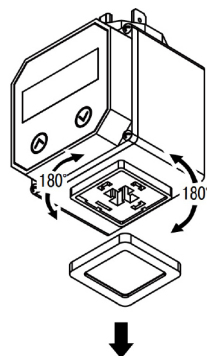

Рис. 4 – Разворот прибора
- для разворота прибора в горизонтальной плоскости следует с помощью отвертки извлечь розетку из нижней части корпуса и развернуть на необходимый угол (см. рис. 4);